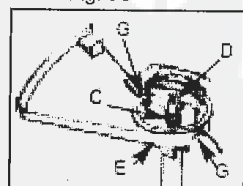

Fig. 9E
7. Menez le ressort (C) à travers le fuseau (D) et brochez les bouts de la corde aux oeillets (G) dans la douille (E) (Fig. 9E).
8. Menez la bobine à la douille (E) en tirant les bouts de la corde à travers l'oeillet (G). Assurez que le ressort est bien placé près de la bobine et de la douille (Fig. 9E).